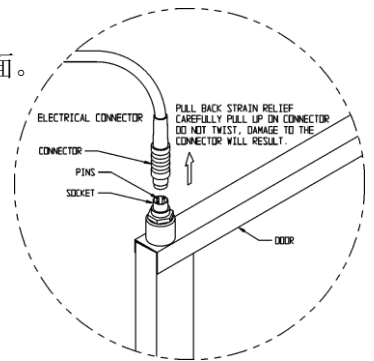

图 5-5
6. 参照说明中“D”和图5-5中绘图。黄色橡胶的加热线圈连接器在出气冒口向前移动时是可以看见的。参见该手册的附录A中的连接器生产说明